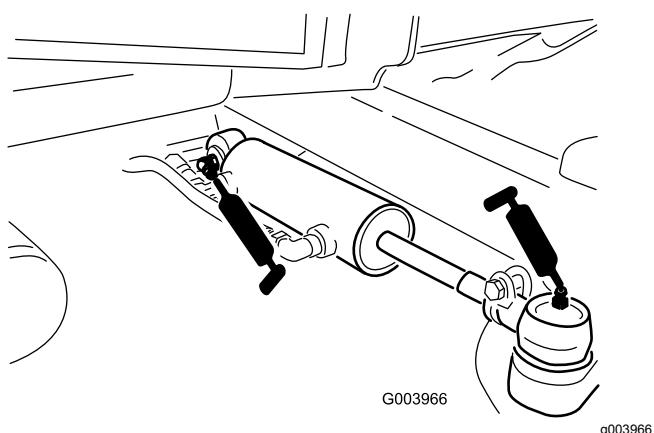

Figura 44
- Giunti a sfera (2) del cilindro di sterzo (Figura 44)